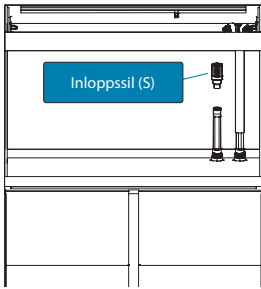
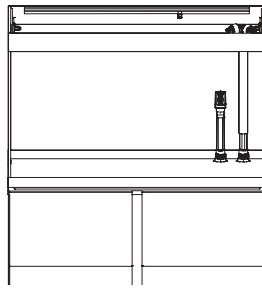
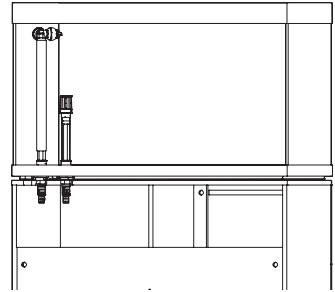

Bild 5
Bild 6
Bild 7
4. Sätt inloppssilen (S) på kontaktaxeln (A) (bild 5). Monterings slutresultat visas på bild 6 och bild 7.